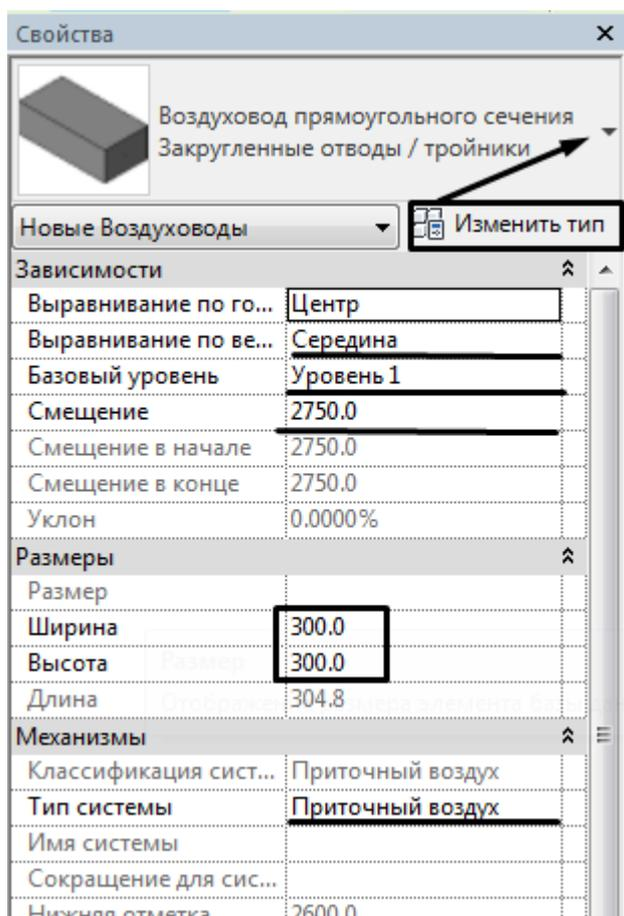
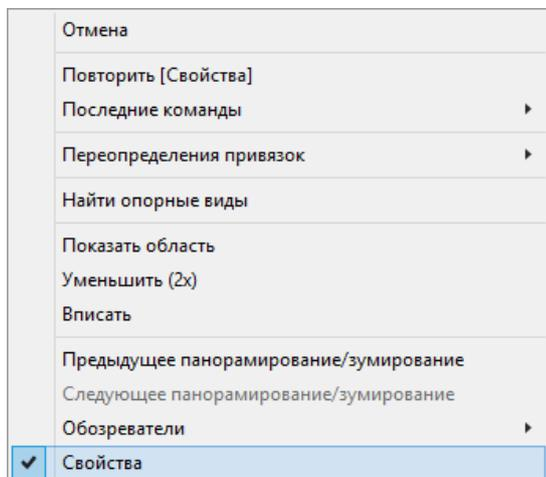

Рисунок 5.3 Настройка свойств воздуховода.
Рисунок 5.4 Установка панели «Свойства»
2. В панели «Свойства» (рис. 5.3) выбрать требуемый тип воздуховода (круглый, прямоугольный или овальный). Для того чтобы появилась панель свойств, нужно нажать правую кнопку мыши и поставить галочку напротив строки «Свойства» (рис. 5.4).